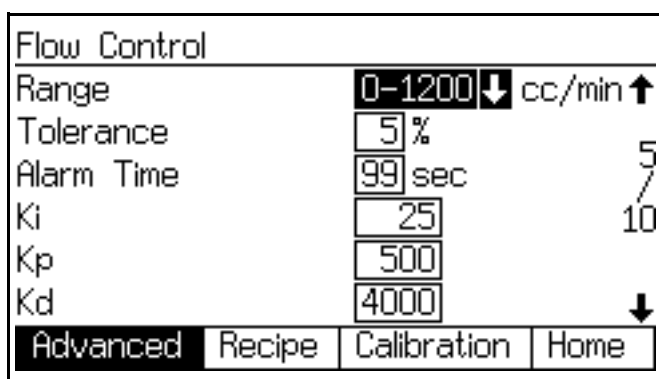

Рис. 95. Экран расширенной настройки 5 (только в автоматическом режиме с регулятором расхода)
2. Перейдите в **Экран расширенной настройки 5** (см. Рис. 95). Выберите диапазон расхода, наиболее подходящий для определенного максимального целевого значения расхода (например, 0–1200).